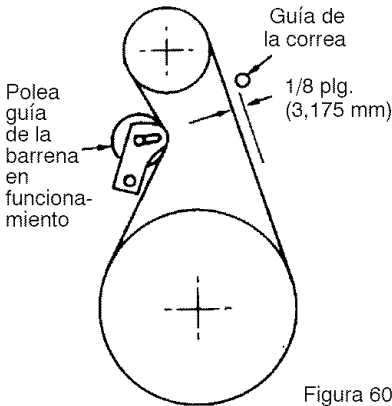

Figura 60
3. Mida la distancia entre la guía de la correa y la correa. La distancia debe ser de 1/8 de pulgada (3,175 mm) para la guía. (Figura 60).